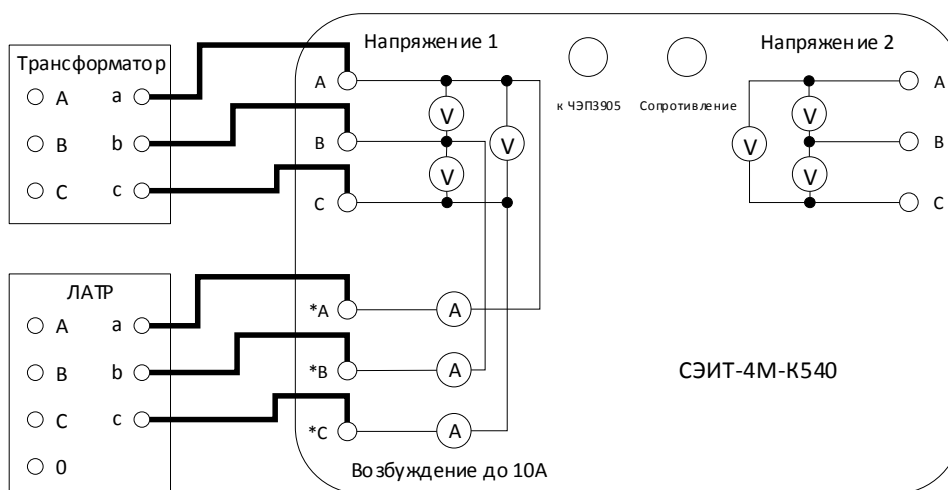

Рис. 10. Схема соединений для опыта холостого хода при номинальном напряжении
**5.3.1.1.** Для проведения опыта холостого хода при номинальном напряжении необходимо собрать измерительную схему, представленную на рис. 10.